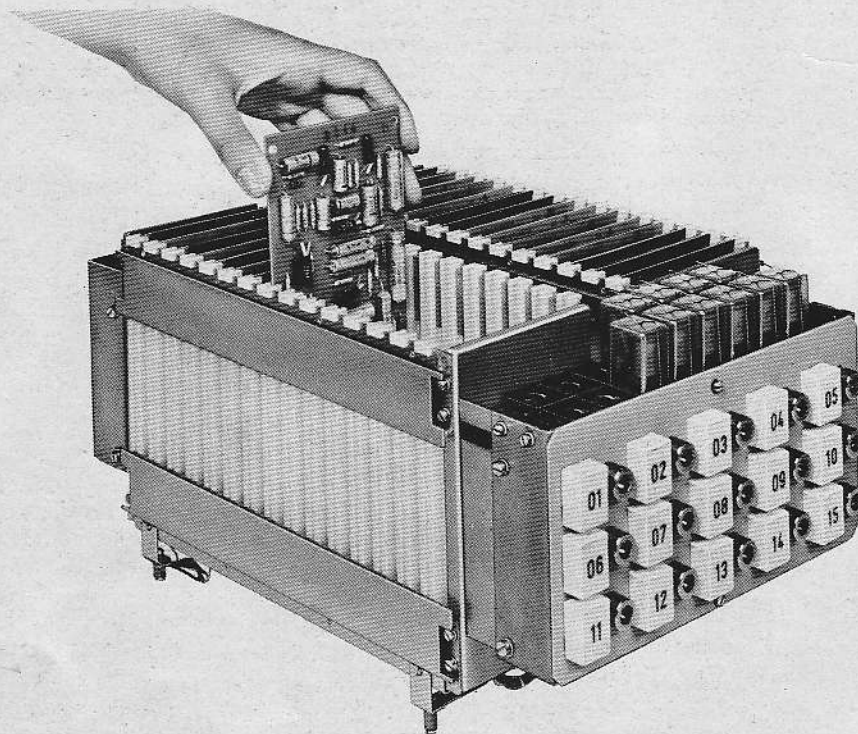

Bild 50 Einsetzen der Steckeinheiten
- .3 Steckeinheit nach Bestückungsplan des Einschubes (Bild 51 bis 54) in der in Bild 50 gezeigten Weise in die Führungsschienen des Magazins gleiten lassen.